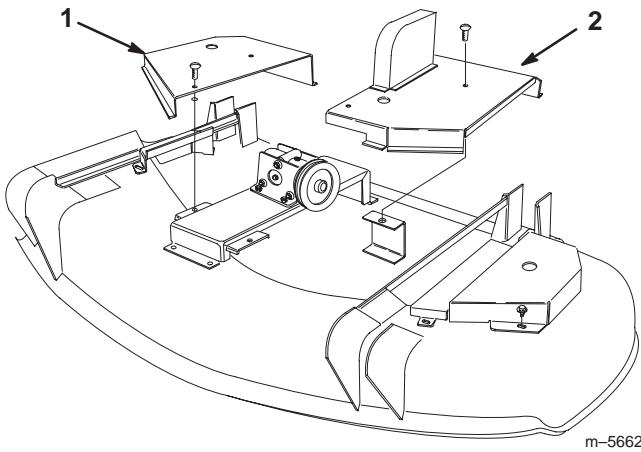

Bild 31
- Lockern Sie die Befestigungsteile, mit denen die linken und rechten mittleren Schneidwerk-abdeckungen abgesichert werden und entfernen die beiden, mittleren Abdeckungen (Bild 31).
- Bringen Sie die beiden mittleren Schneidwerk-abdeckungen mit den Befestigungsteilen an (Bild 31).